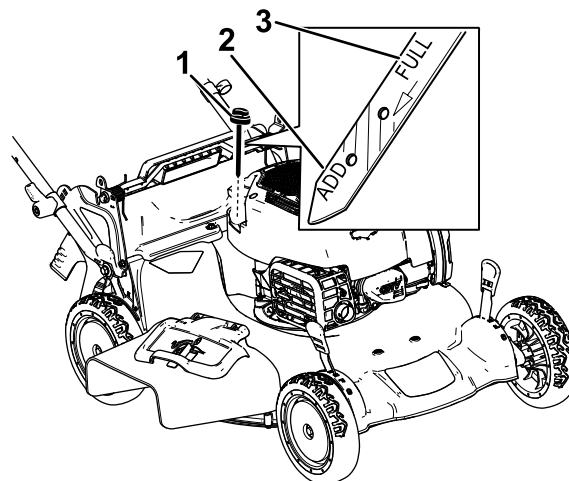

Bild 14
2. Entfernen Sie den Peilstab, indem Sie den Deckel nach links drehen und herausziehen (Bild 14).
5. Lesen Sie den Ölstand am Peilstab ab. (Bild 14)